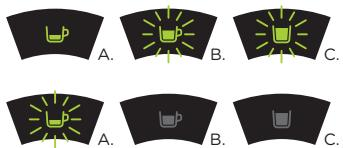

Abb. 17: Programmierung der Taste für kleinen Espresso.
- Drücken Sie danach die Taste für den kleinen Espresso, bis die Leuchtanzeigen der Tasten für großen Espresso und Tee zu blinken beginnen. Drücken Sie danach erneut die Taste für den kleinen Espresso (siehe **Abb. 17**). Die Leuchtanzeigen der Tasten für großen Espresso und Tee erlöschen.